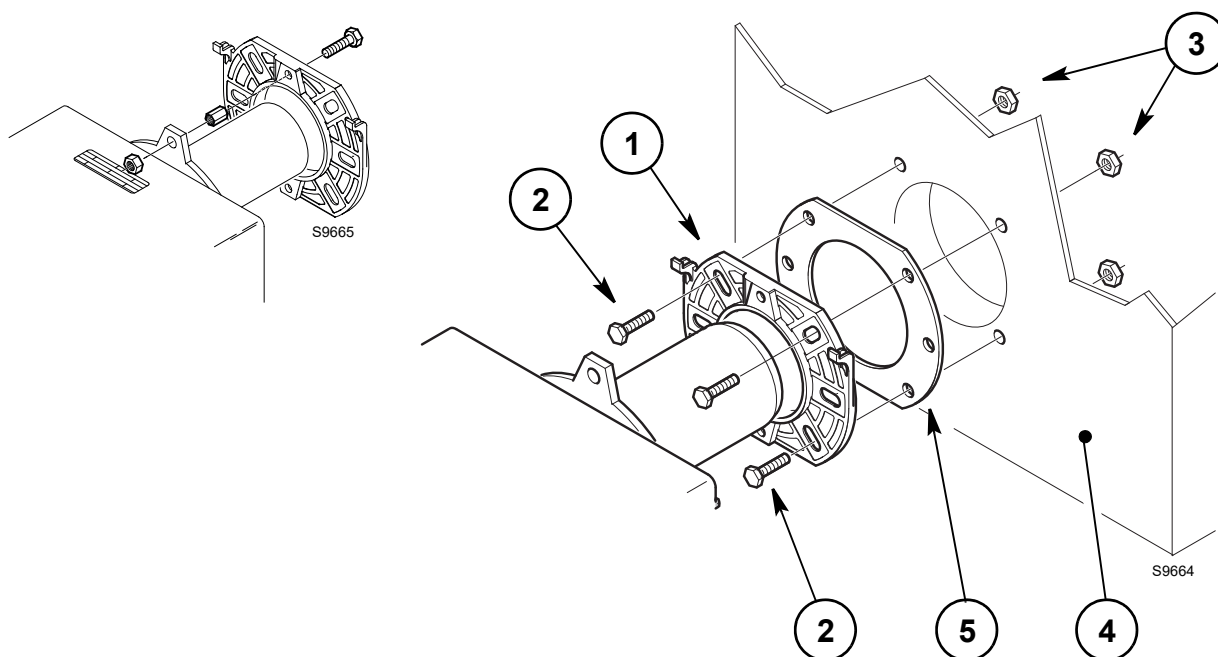

Fig. 8
- sätt i skruven 2) och de två muttrarna 3) i flänsen 1)(Fig. 8).
- Fäst flänsen 1) på panndörren 4)(Fig. 8) med skruvarna 2) och (om nödvändigt) muttrarna 3) för interponering av isoleringskåpan 5).